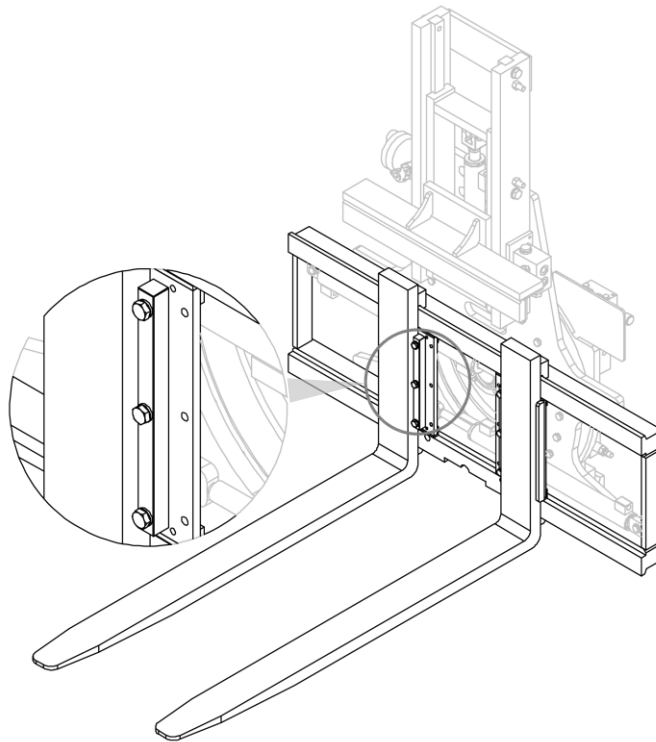
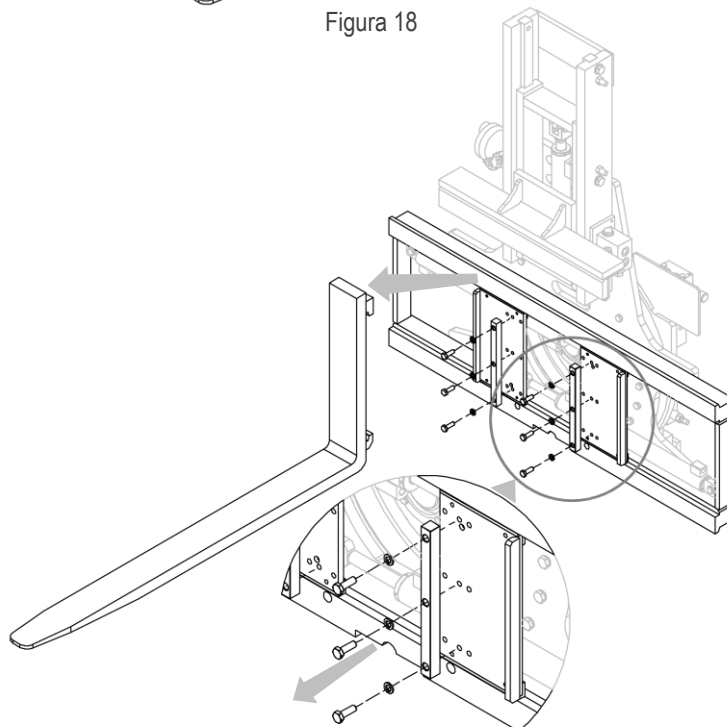

Figura 18
Figura 19
2. Retire las horquillas después de desenroscar los topes (mira *Figura 18* y *Figura 19*);